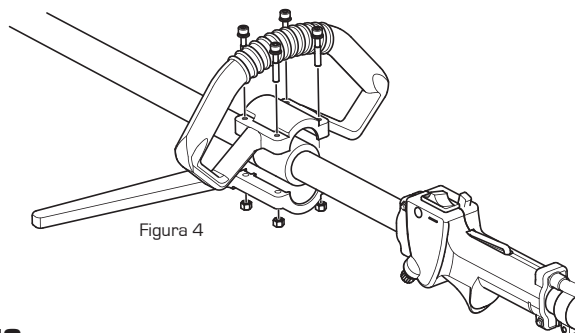

Figura 4
1. Quite los tornillos (Figura 4) (según modelo pueden ser 2 o 4).